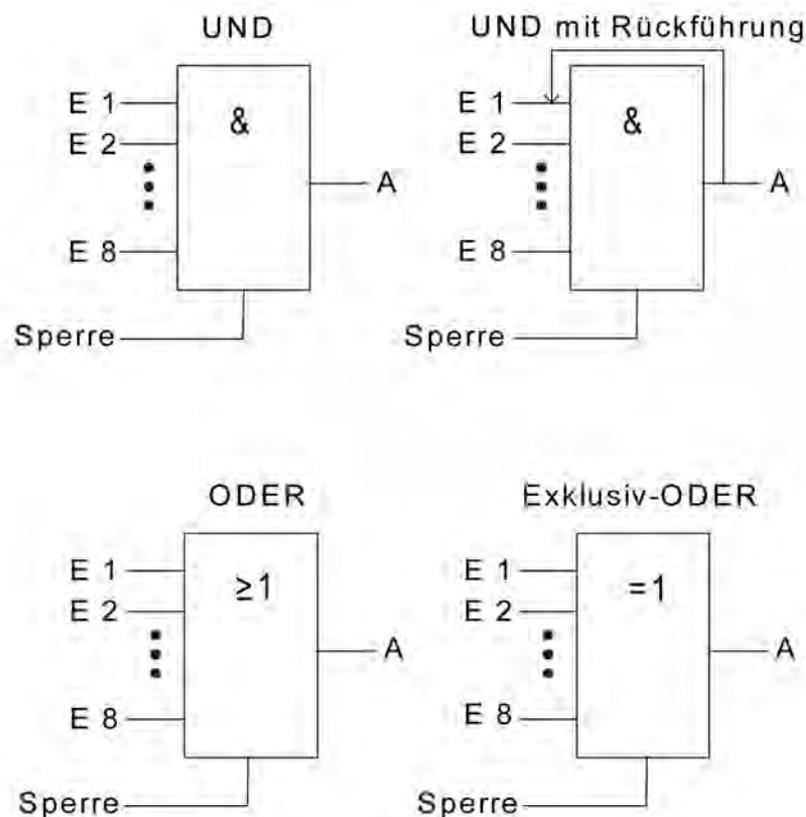

Bild 29: Verknüpfungsfunktionen
Ein Logikgatter besteht aus bis zu acht 1 Bit Eingangsobjekten (E1...E8), die durch Rechtsmausklick hinzugefügt werden können, einem 1 Bit Ausgangsobjekt (A) und einem optionalen Sperrobject. Für jedes Logikgatter kann durch den Parameter "Art der Verknüpfung" eine der logischen Funktionen UND, ODER, Exklusiv-ODER oder UND mit Rückführung ausgewählt werden, die anschließend auch in der Baumstruktur dargestellt wird (Bild 29). Jeder Eingang und der Ausgang kann zusätzlich normal oder invertiert ausgewertet werden.